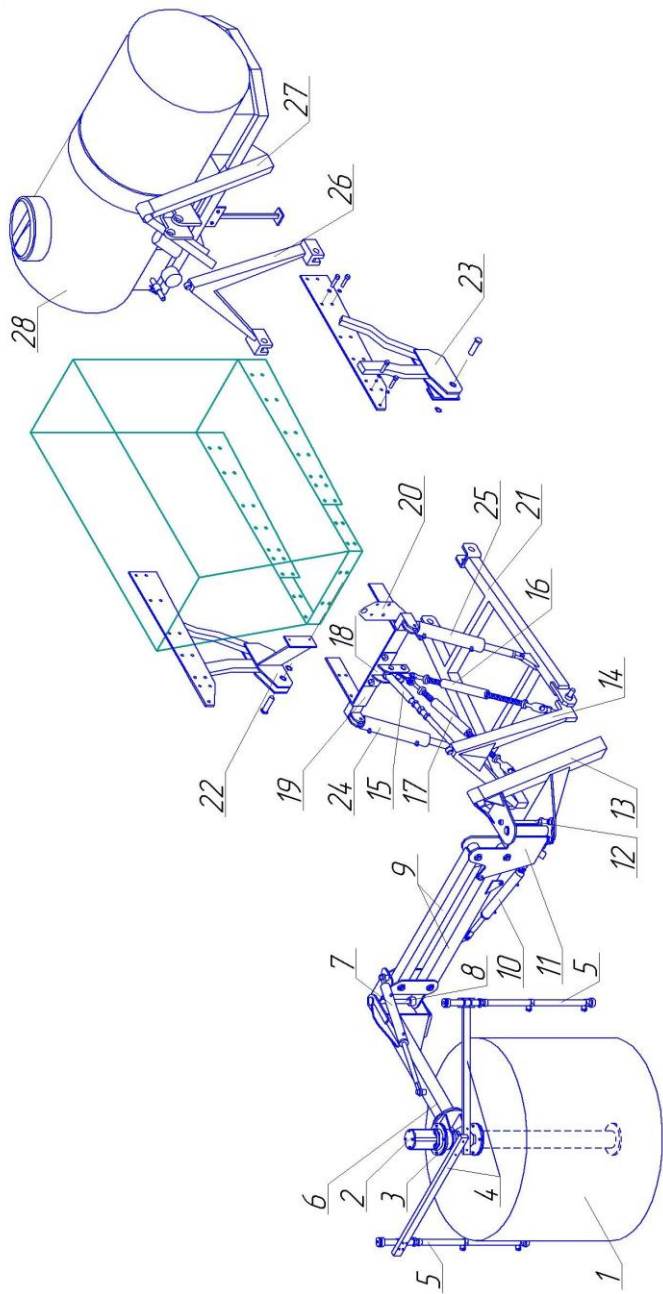

Рисунок 1. Устройство и схема сборки ЩБ0-25 ПЛ.
Устройство ЩБО-2.5 ПЛ показано на рис. 1.
Конструкция щетки «ЩБО-2.5 ПЛ» позволяет производить мойку бордюрных ограждений справа, спереди и слева от трактора. Шарнир главный 11(Рис. 1) фиксируется жестко в трех положениях механически: 0° , 90° , 180° относительно направления движения трактора. Вертикальное (стрела 9) и горизонтальное (консоль 6) перемещение рабочего органа происходит за счет гидроцилиндров (7,10), управляемых из кабины трактора. Дополнительно можно изменить угол поворота консоли 6, относительно стрелы. Для этого необходимо отсоединить любой конец гидроцилиндра 7 от пальца, повернуть консоль 6 на 180° , снова зафиксировать гидроцилиндр.
1. С бруса переднего трактора снять имеющуюся серьгу и установить скобу 19 и серьгу 18 (рис.1) при помощи болтов М16 из комплекта ЗИП. Одновременно со скобой установить с левой стороны кронштейн 20 крепления ниппелей.